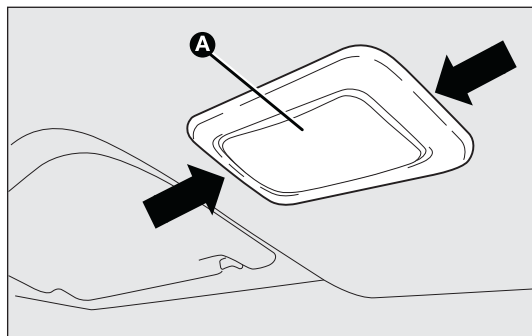

рис. 163
- снять плафон А- рис. 163 нажатием на указанные стрелками точки;